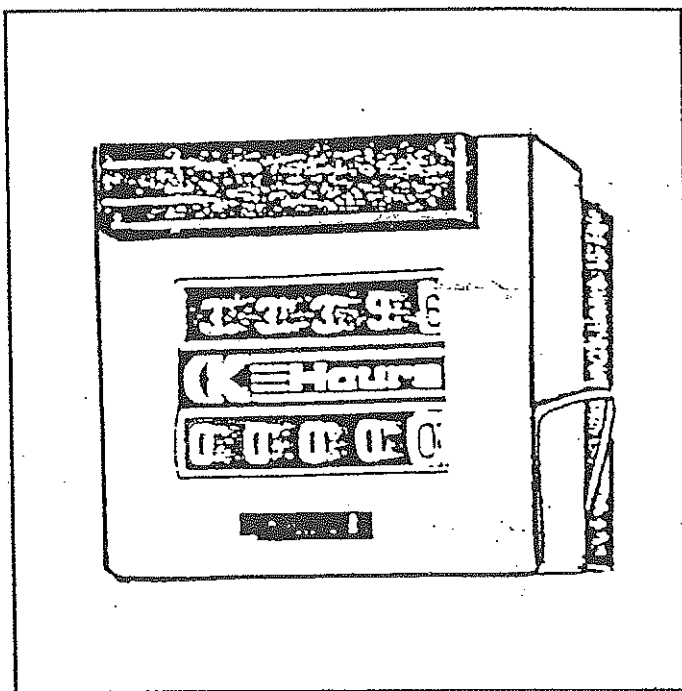

FIGURE 16-7 MAINTENANCE TIMER
16.4 MAINTENANCE TIMER OPTION (see Figure 16-7)